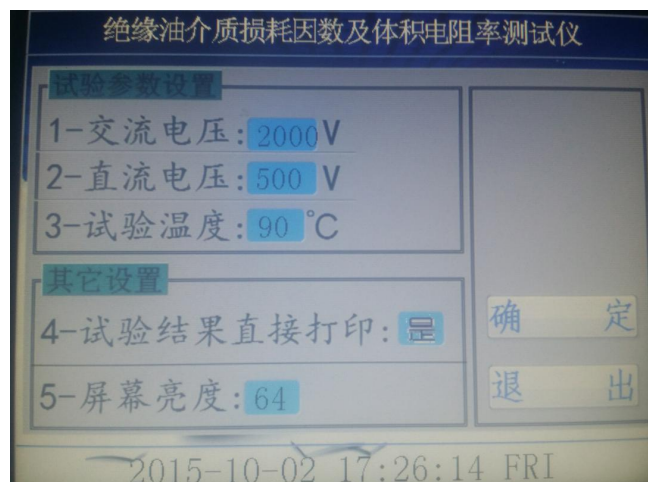
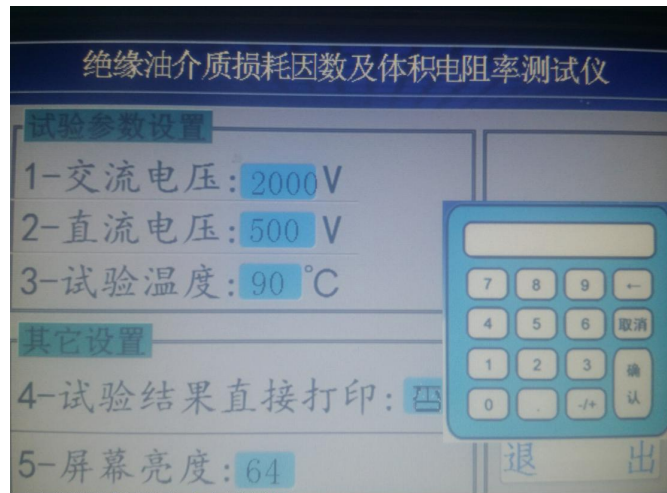

图 4
图 5
3、在图 3 界面下，按试验条件键，设备进入下一级菜单如图 4;
4、在图 4 界面中，可以分别对试验参数进行设置，图中是设备的默认参数，如需改动，只要点击需要改动的参数，就会自动弹出一个小键盘，如图 5，在小键盘中直接输入需要的参数并点击小键盘上的确认键即可，选择打印的时候只要点击光标处就可以在是和否之间切换。设定好后点击确定即可回到图 3 主界面。